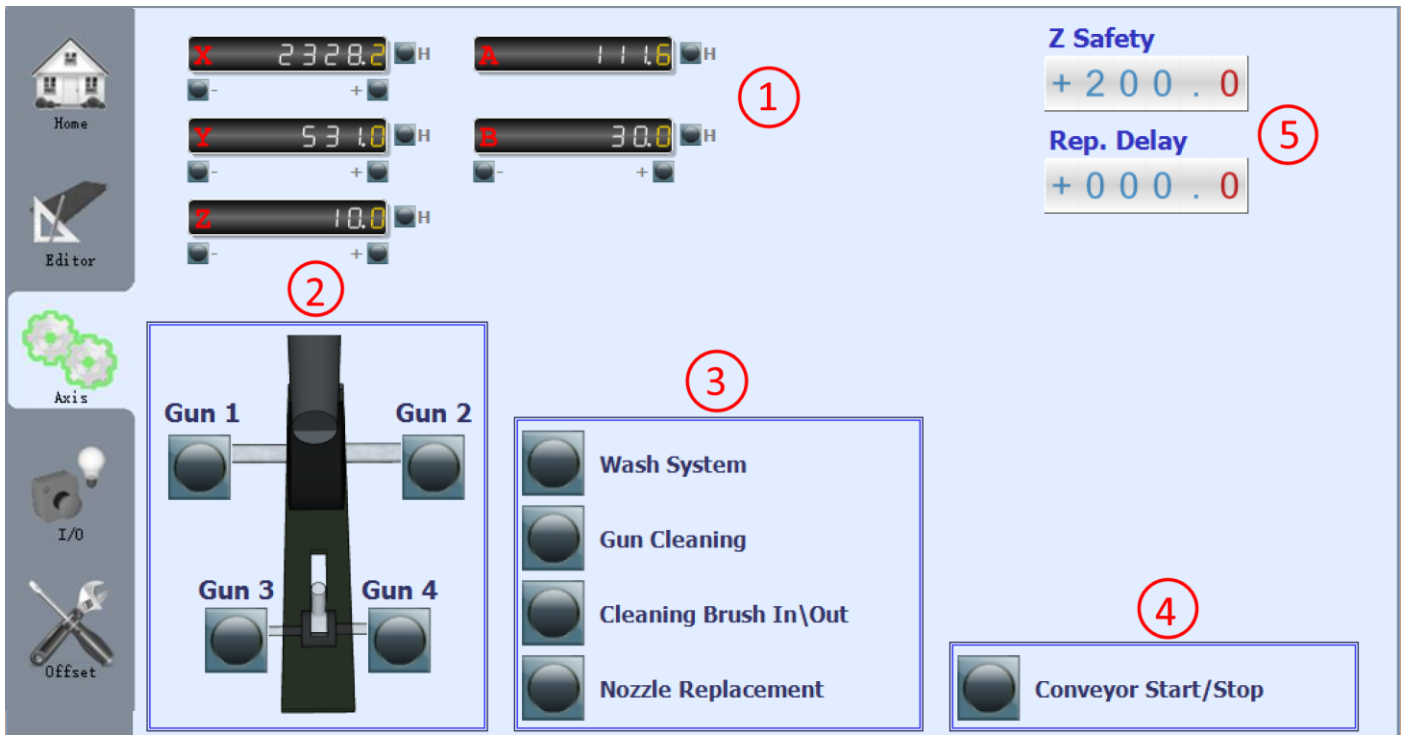

图 5
- 枪清洁 X,Y,Z,A,B: 枪清洁过程中轴的位置。参见枪清洁 (图 5、3)。
- 清洗 X,Y,Z,A,B: 枪清洗过程中轴的位置。参见清洗系统 (图 5、3)。
- X,Y,Z 管嘴: 用于枪可视化控制的轴位置。参见管嘴更换 (图 5、3)。